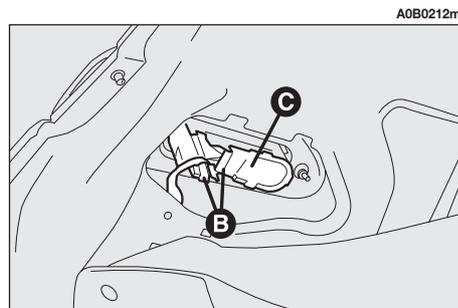

fig. 42
— Abbassare il rivestimento ed estrarre il gruppo portalamпада (**C-fig. 42**) agendo sulle linguette di ritegno (**B-fig. 42**).
– Reinscrivere il gruppo portalampane fissandolo correttamente in posizione mediante le linguette di ritegno (**B-fig. 42**).